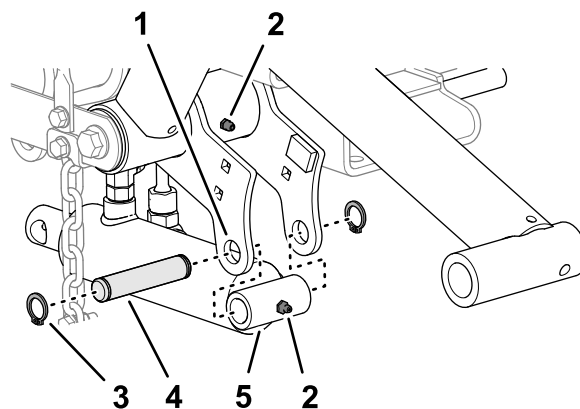

Рисунок 10
1. Совместите конец гидроцилиндра подъема со стороны крышки с отверстиями во фланцах левого подъемного рычага (Рисунок 10).
2. Установите гидроцилиндр на фланцы с помощью монтажного штифта и 2 стопорных колец (Рисунок 10).
3. Заправьте консистентной смазкой № 2 на литиевой основе масленки на подъемном рычаге и гидроцилиндре (Рисунок 10).